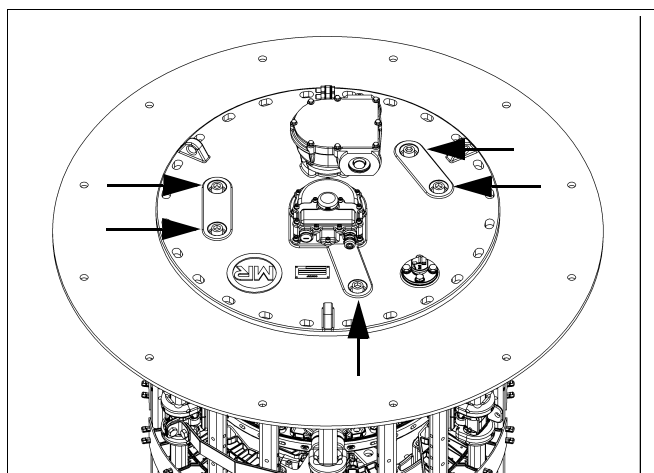

рис. 66 Откручивание болтов с внутренним шестигранником
- 2) Открутите 5 находящихся под заглушками болтов с внутренним шестигранником (SW 14 мм, рис. 66).